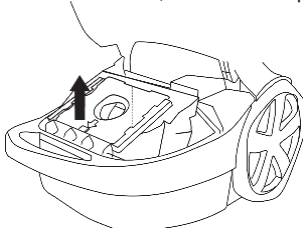
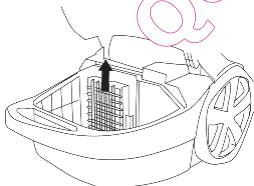

Figure 11 Remplacer le sac à poussière
Figure 12 Retirer le filtre d'entrée
1. Lorsque le témoin lumineux 'Sac à poussière Plein' passe au rouge, il faut remplacer immédiatement le sac à poussière; voir la figure 11.
3. Ouvrez le couvercle en tirant sur le mécanisme d'ouverture. Retirez le sac à poussière, voir la figure 11. Retirez de l'appareil le support du filtre d'entrée, lequel se trouve derrière le sac à poussière; voir la figure 12.